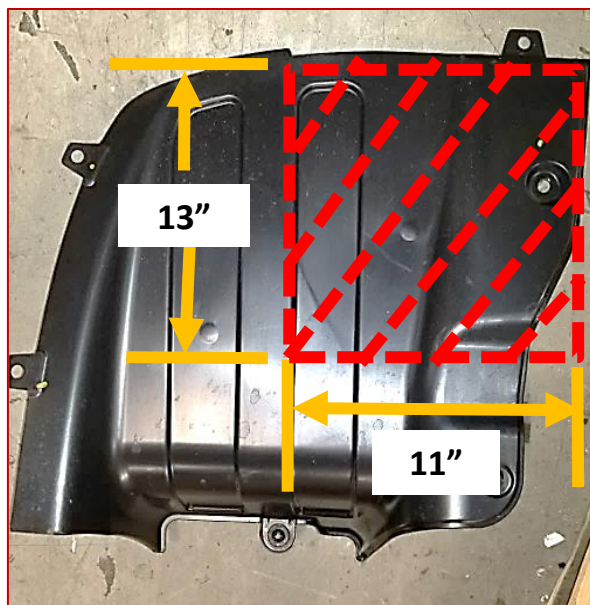

Figure 3
6. Découper le panneau de soubassement et le bouclier thermique – À l'aide d'un ruban à mesurer, d'un marqueur, d'une cisaille de ferblantier et d'un couteau à lame rétractable, mesurez, marquez et coupez la zone sur le panneau et le bouclier thermique, comme illustré dans les Figures 3 et 4.